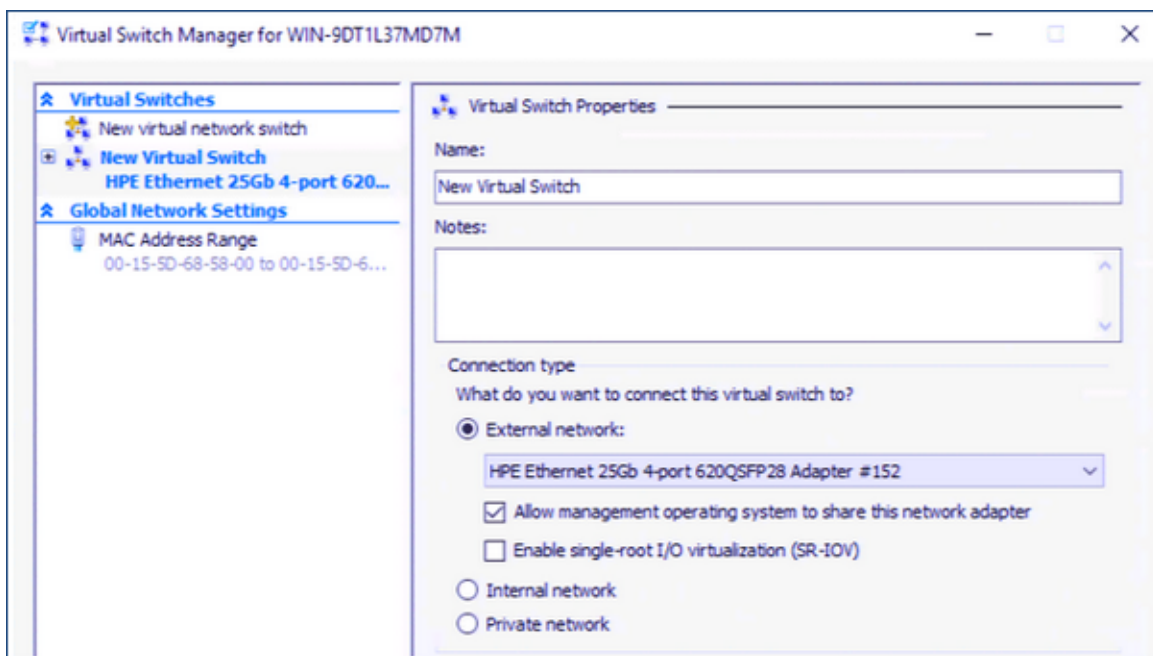

Abbildung 9-1. Aktivieren von RDMA auf der virtuellen Host-NIC
2. Klicken Sie auf **Virtual Switch Manager** (Manager für virtuellen Switch) (siehe Abbildung 9-1).